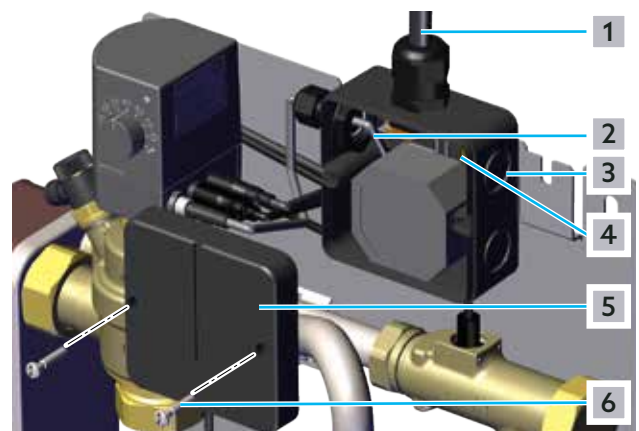

Abb. 13: Station elektrisch anschließen
- 1** Lösen Sie die Schrauben (siehe Abb. 13 auf Seite 20(6)) und nehmen Sie den Deckel (5) der Anschlussbox (3) ab.
- 2** Schließen Sie das Stromversorgungskabel (1) an die vorbereiteten Klemmen (4) in der Anschlussbox an.